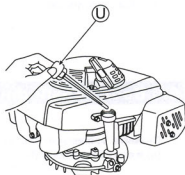

Рис. 2.
1 Снимите крышку масляного бака (U), выньте масляный щуп, затем вставьте его, не вкручивая. (См. рис. 2.)